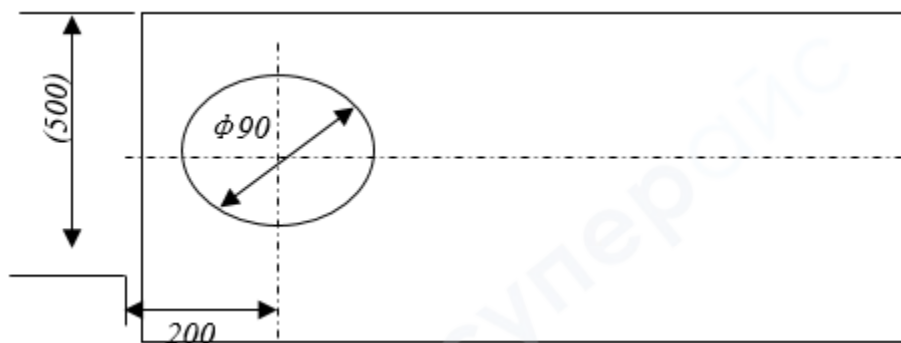

Рис. 1
2.3. Установите твердомер на прочный рабочий стол. В рабочем столе следует сделать отверстие (см. рис. 1) в соответствующем месте, чтобы шпиндель мог работать нормально.